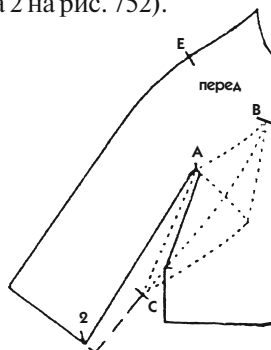

Рис. 752
1. От точки А проведите прямую линию к линии низа рукава так, чтобы уменьшить несколько его ширину (засечка 2 на рис. 752).
3. Добавьте к ластовице вычтенную из ширины рукава величину (на рис. 752 базовая ластовица, помещенная на обычный надрез АС, показана мелкими пунктирными линиями).